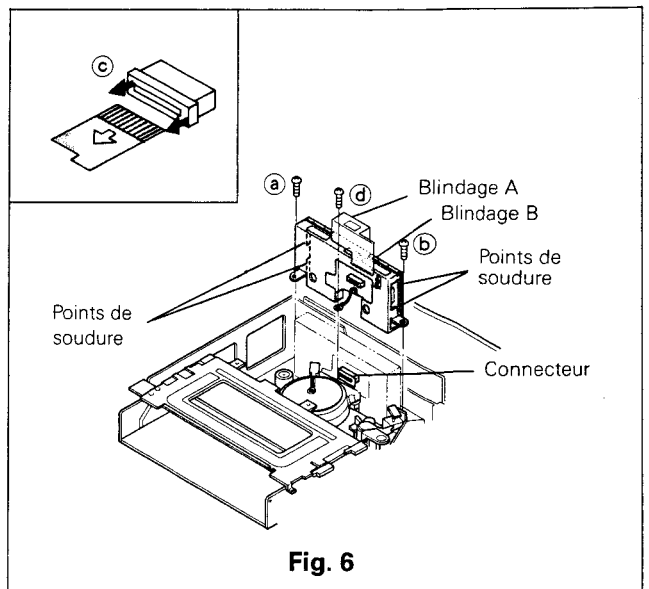

Fig. 6
- B. Déconnecter la tresse en tirant légèrement sur l'extrémité du connecteur (c) comme le montre la Fig. 6.
- E. Afin d'accéder au côté composants, dessouder les quatre points de fixation du blindage puis l'ôter suivant la Fig. 6.